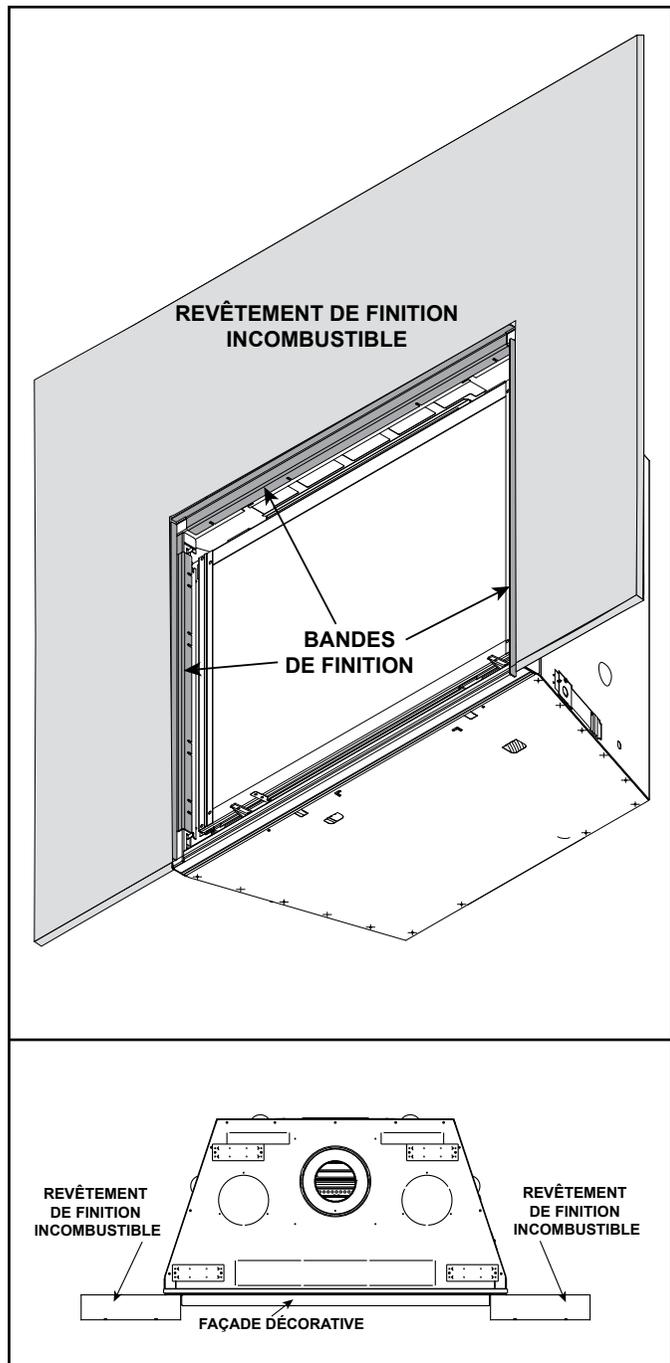

Figure 10.15 Épaisseur du matériau de finition incombustible supérieure à 25 mm (1 po) - Bandes de finition requises
- A. Matériau de finition d'une épaisseur de 1 à 152 mm : Utilisez cette méthode avec des façades à chevauchement installées comme un ajustement intérieur. Voir la figure 10.15.